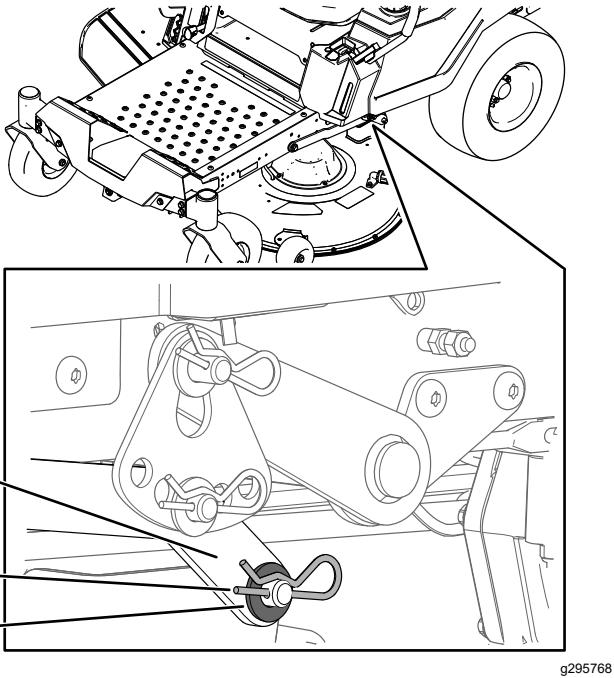

Bild 73
- Entfernen Sie auf einer Seite der Maschine die Unterlegscheibe und den Splint vom Mähwerksstift (Bild 73).
- Entfernen Sie den Hubarm vom Mähwerksstift (Bild 73).
- Heben Sie auf einer Seite der Maschine die Rückseite des Mähwerks an und montieren Sie den Hubarm am Mähwerksstift (Bild 73).
- Montieren Sie den Hubarm mit der Unterlegscheibe und dem Splint (Bild 73).